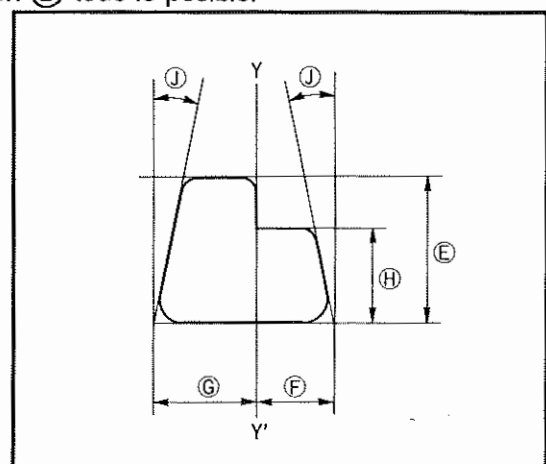

Fig. 19
⑥ La línea de referencia Y-Y' se fija en el punto donde se cruza el lado oblicuo de la base deslizante.
⑦ Las dimensiones expandidas de la lengüeta intermedia serán como se muestra en la Fig. 19.